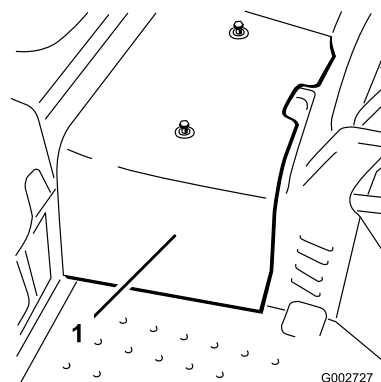

Рисунок 40
- Ослабьте два винта крепления центрального кожуха к машине и снимите кожух (Рисунок 40).